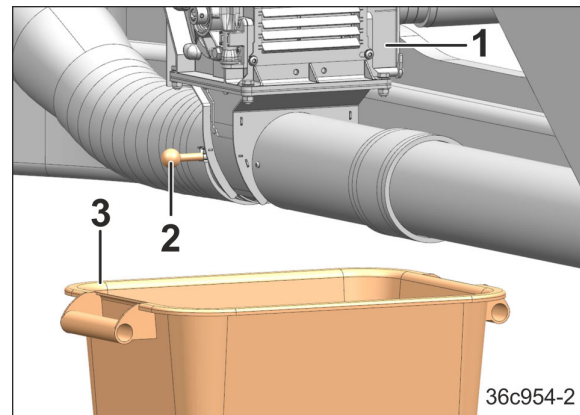

Fig. 150
1 Dosierer (Fig. 150/1) und 1 Verteilerkopf:
Die Öffnung im Boden der Injektorschleuse ist geschlossen, wenn der Hebel (Fig. 150/2) in Fahrtrichtung nach links zeigt.
2. Die Wanne (Fig. 150/3) in die Halterung unter dem Dosierer schieben.